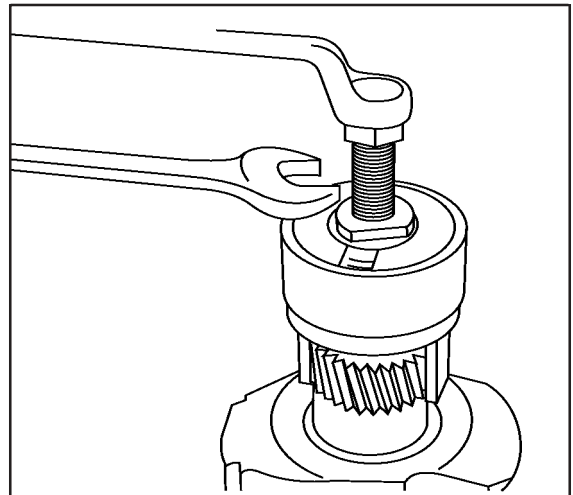

FIG 2
5. Remova a engrenagem da árvore de manivelas com a ferramenta número 81 30 411 em conjunto com a ferramenta número 81 30 010. **Fig. 2.**